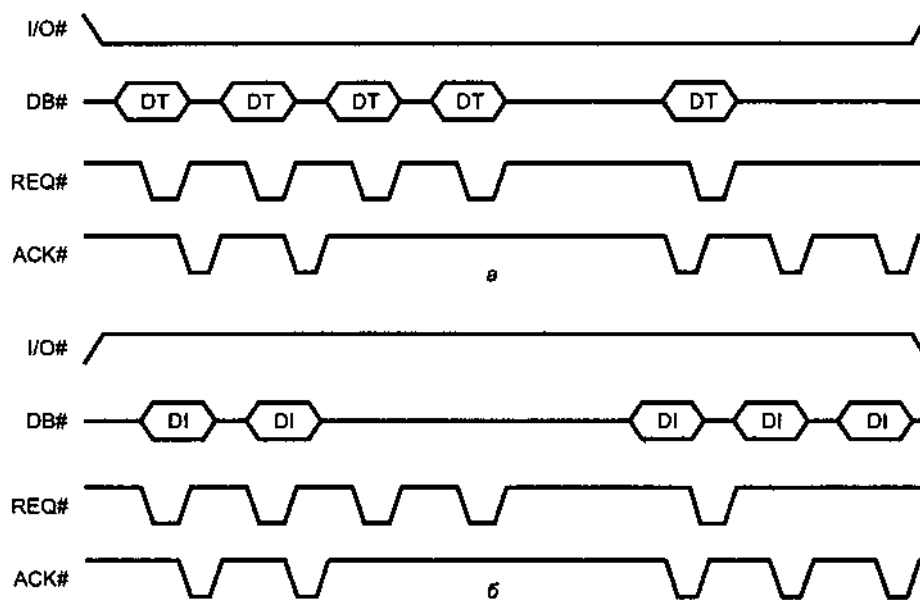

Рис. 20.3. Временные диаграммы синхронного обмена: а - фаза ST Data IN; б - фаза ST Data OUT
Временные диаграммы передач в режиме *одиночной синхронизации* (ST) приведены на рис. 20.3. В фазе *ST Data IN* (рис. 20.3, а) ЦУ передает инициатору серию данных, сопровождаемых стробами REQ#, в темпе, ограниченном установленными временными параметрами выбранного скоростного режима. Инициатор фиксирует принимаемые данные после отрицательного перепада сигнала REQ#, но его ответы (сигналом ACK#) достигают целевого устройства с некоторым опозданием (из-за задержек в кабеле). Как только отставание числа принятых сиг-
налов АСК# от числа посланных REQ# достигает оговоренного предельного значения (в данном примере — 2), ЦУ приостанавливает обмен до прихода очередного подтверждения АСК#. Операция считается завершенной, когда число принятых подтверждений совпадет с числом посланных запросов. Достоверность информации контролируется битами четности (как и в асинхронном режиме). Фаза *ST Data OUT* выглядит аналогично (рис. 20.3, б).